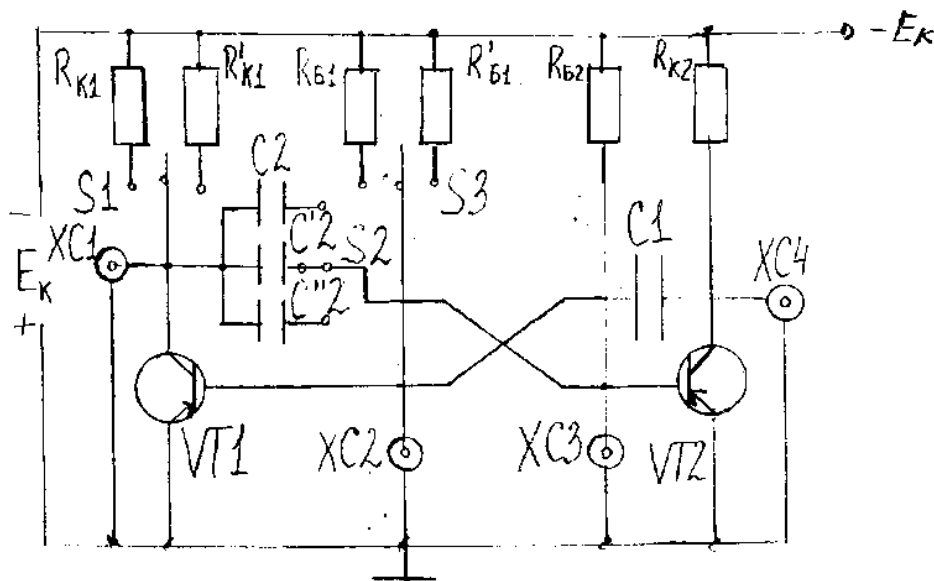

Рис. 35. Схема мультивибратора с самовозбуждением
Мультивибратор с самовозбуждением может быть симметричным. Понятие симметричности относится не только к схеме, но и к параметрам её элементов: $R_{K1}=R_{K2}$; $R_{B1}=R_{B2}$; $R_1=R_2$ (рис. 35)
2. Подключить осциллограф к макету. После проверки преподавателем подключить питание (см. схему на рис. 35).